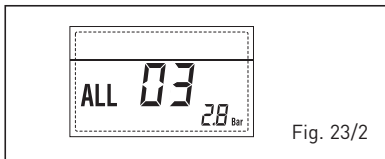

Fig. 23/2
- ANOMALIA Sonda IDA AQUECIMENTO "ALL 05" (fig. 23/4)